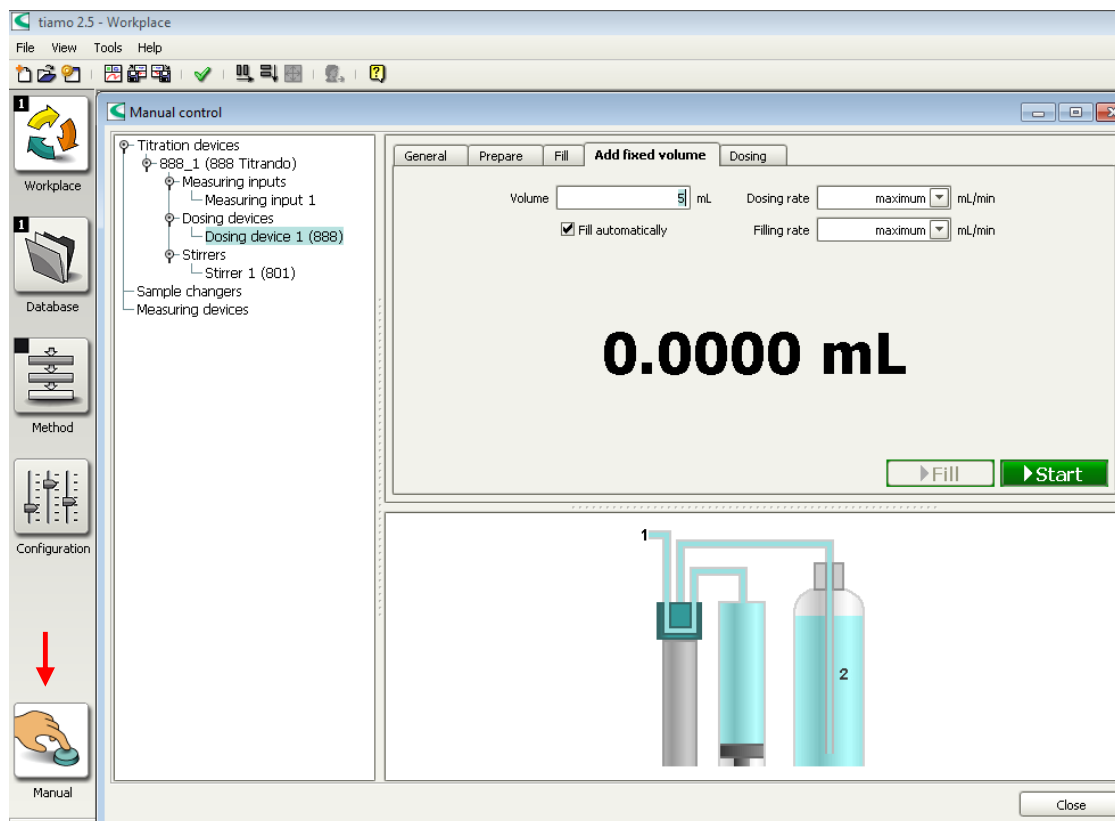

Figura 5: Vista del menú “Manual”/ “Dosing device” del software Tiamo™ 2.5
- c. En el software Tiamo™ 2.5, seleccionar del menú “Manual control” la opción “Dosing device / Add fixed volumen”, indicar 5 mL y pulsar “Start”. La bureta dispensará el volumen de ácido indicado y durante el proceso de llenado se formará una burbuja en su interior (Figura 5).